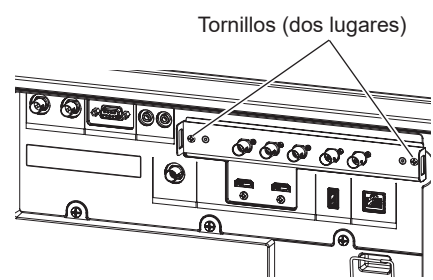

Figura 3
- 3) **Asegure la lente de proyección con el tornillo de sujeción de la lente suministrado. (Figura 3)**
3) Fije la tarjeta de función. (Figura 3)